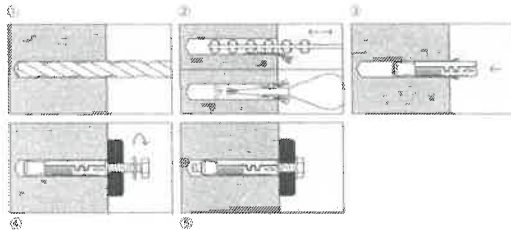

fig.5
- Prédisposer les perçages au mur par une pointe et profondeur adapte au type de goujon utilisé; pour les entraxes, se référer aux mesures reportées dans les tableaux précédents selon le modèle de la machine. Monter les goujons en suivant la séquence illustrée comme dans la fig.5